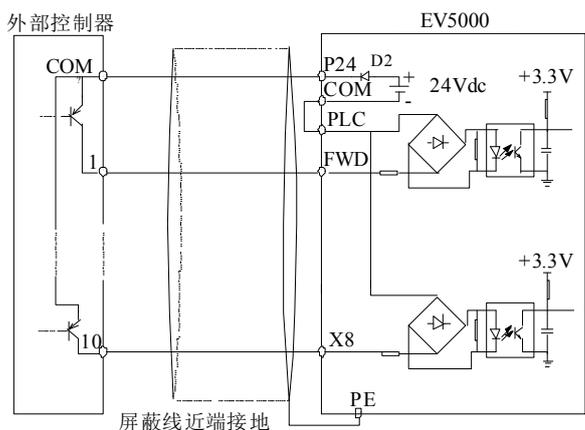

图4-24 使用变频器内部+24V 电源的漏极连接方式
2) 使用变频器内部+24V 电源，外部控制器为 PNP 型的共发射极输出的连接方式（注意去除 PLC 与 P24 端子间的连接线），如图 4-24 所示。